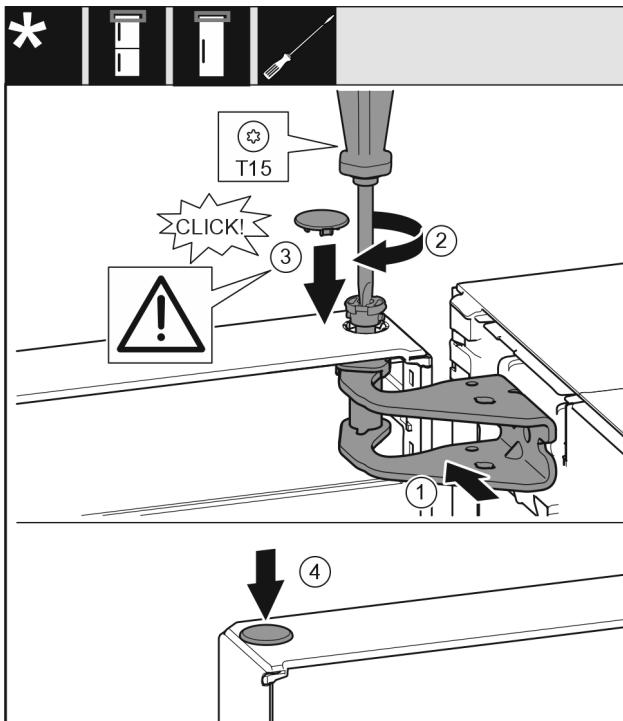

Fig. 23
- Tür oben zur Öffnung im Lagerbock ausrichten. Fig. 23 (1)
- Bolzen Fig. 23 (2) einsetzen und mit Schraubendreher festschrauben.
- Sicherungsabdeckung Fig. 23 (3) zur Sicherung der Tür montieren: Sicherungsabdeckung einsetzen und Kontrollieren ob sie auf der Tür aufliegt. Ansonsten Bolzen vollständig einsetzen.
- Stopfen Fig. 23 (4) einsetzen.